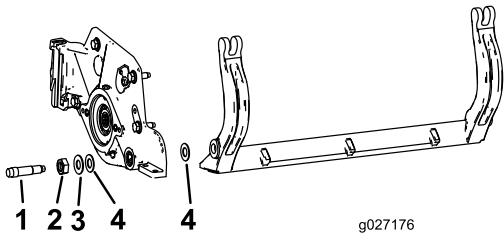

Figura 31
4. Togliete ciascun bullone della barra di appoggio consentendo alla barra di appoggio di essere tirata verso il basso e rimossa dal bullone della macchina (Figura 31).
Nota: Considerate 2 rondelle in nylon e 1 rondella in acciaio stampato su ciascun lato della barra di appoggio (Figura 31).
- Nota:** Collocate una rondella in nylon su ciascun lato della flangia di estremità della piastra laterale. Posizionate una rondella in acciaio all'esterno di ciascuna rondella in nylon (Figura 31).
Nota: Le rondelle all'interno possono avere del gioco (Figura 31).